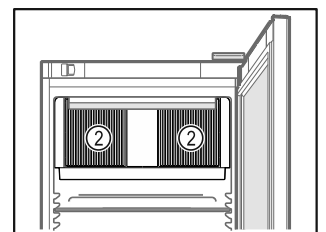

Fig. 76
- Тримати відкритою вентиляційну щілину Fig. 76 (2) вентилятора циркуляційного повітря у внутрішній камері.